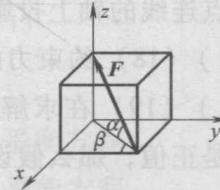

图 1-16
- (13) 图 1-16 中，力  $F$  在  $x$  轴上的投影等于\_\_\_\_\_， $F$  在  $y$  轴上的投影等于\_\_\_\_\_， $F$  在  $z$  轴上的投影等于\_\_\_\_\_。